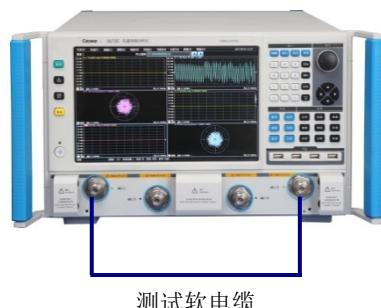

图 11.12 全双端口校准连接框图二
- 8) 完成后如图 11.12 所示连接系统，选定[直通]进行直通校准;